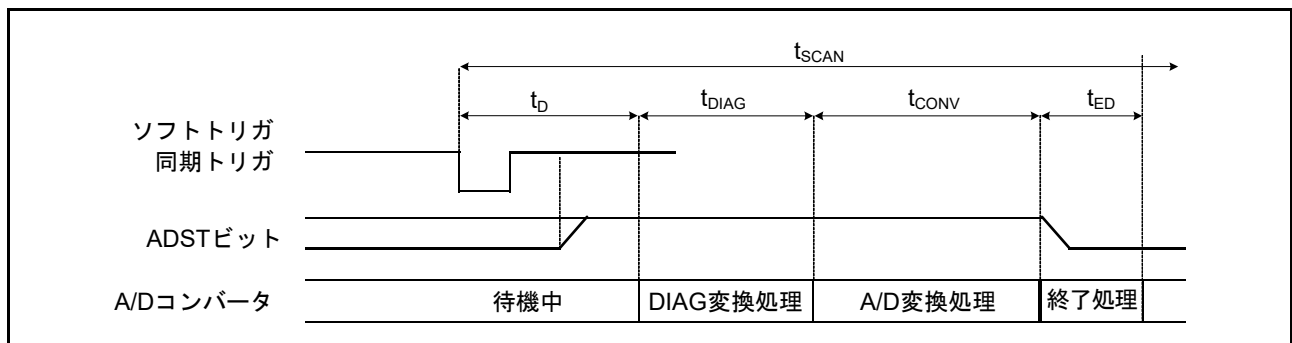
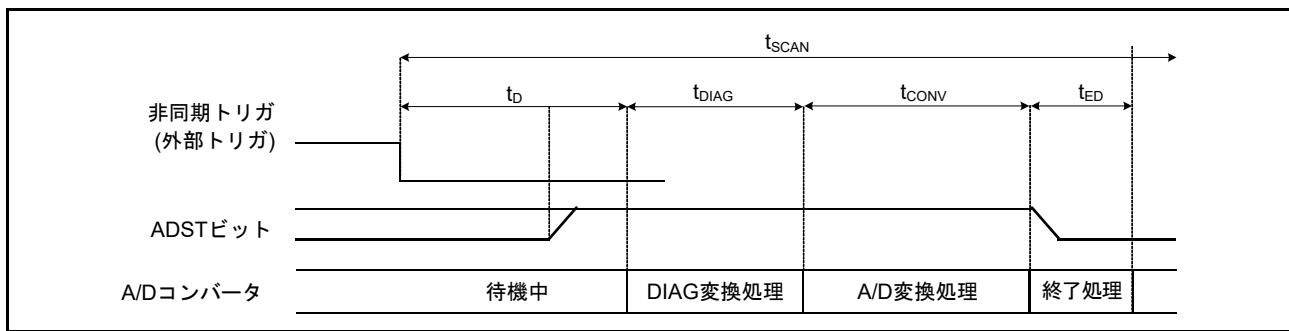

図 37.21 スキャン変換のタイミング (ソフトウェア起動、同期トリガ起動の場合)
図 37.22 スキャン変換のタイミング (非同期トリガ起動の場合)
図 37.21 にシングルスキャンモード、ソフトウェア起動と同期トリガ起動によるスキャン変換を行う場合のタイミングを示します。また、図 37.22 にシングルスキャンモード、非同期トリガ起動によるスキャン変換を行う場合のタイミングを示します。スキャン変換時間 ( $t_{SCAN}$ ) はスキャン変換開始遅延時間 ( $t_D$ )、断線検出アシスト処理時間 ( $t_{DIS}$ ) (注 1)、自己診断変換時間 ( $t_{DIAG}$ ) (注 2)、A/D 変換処理時間 ( $t_{CONV}$ )、スキャン変換終了遅延時間 ( $t_{ED}$ ) を含めた時間となります。
- 注1.  $t_D$ 、 $t_{DIAG}$ 、 $t_{CONV}$ 、 $t_{ED}$ の各タイミングについては図37.21、図37.22を参照してください。